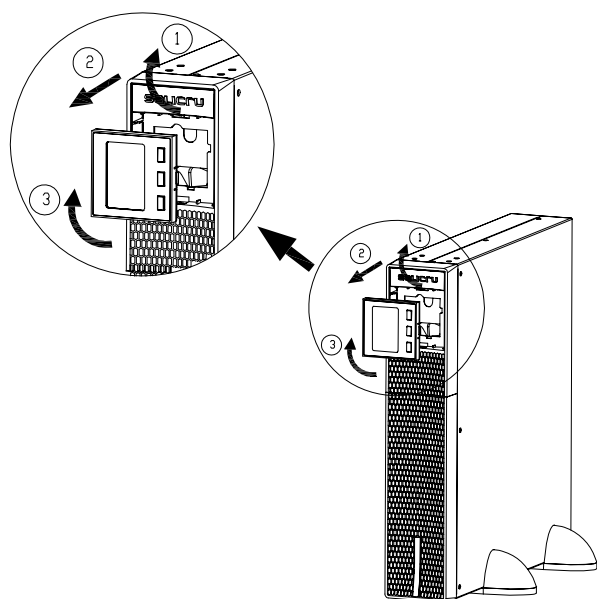

Fig. 9. Rotación del panel de control con display LCD sobre el embellecedor plástico del frontal.
- Originalmente de fábrica el equipo está previsto para su instalación como rack. Para facilitar la lectura de los mensajes del display cuando el equipo se instale verticalmente, se aconseja rotar 90° el panel de control en sentido horario (ver Fig. 9).
Conectar el cable de toma de tierra incluido en la manguera a los correspondientes puntos identificados, sean borne o tornillo (ver Fig. 9).